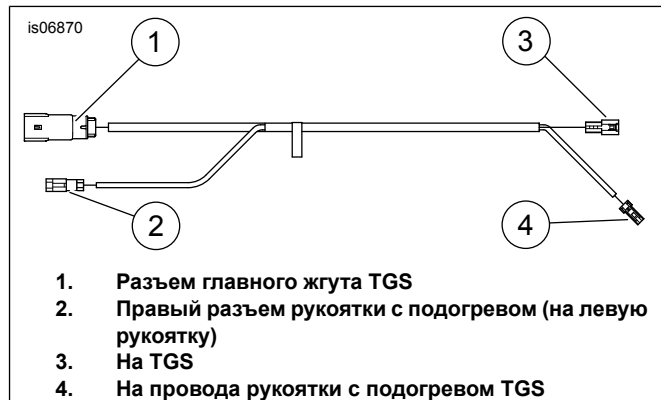

Рисунок 3. Жгут проводов — перемычка TGS
4. См. Рисунок 3 . Установите **НОВЫЙ** жгут-перемычку TGS на TGS.
- а. Подсоедините разъем (3) к жгуту проводов TGS.
- б. Подсоедините разъем (4) к разъему рукоятки с подогревом.